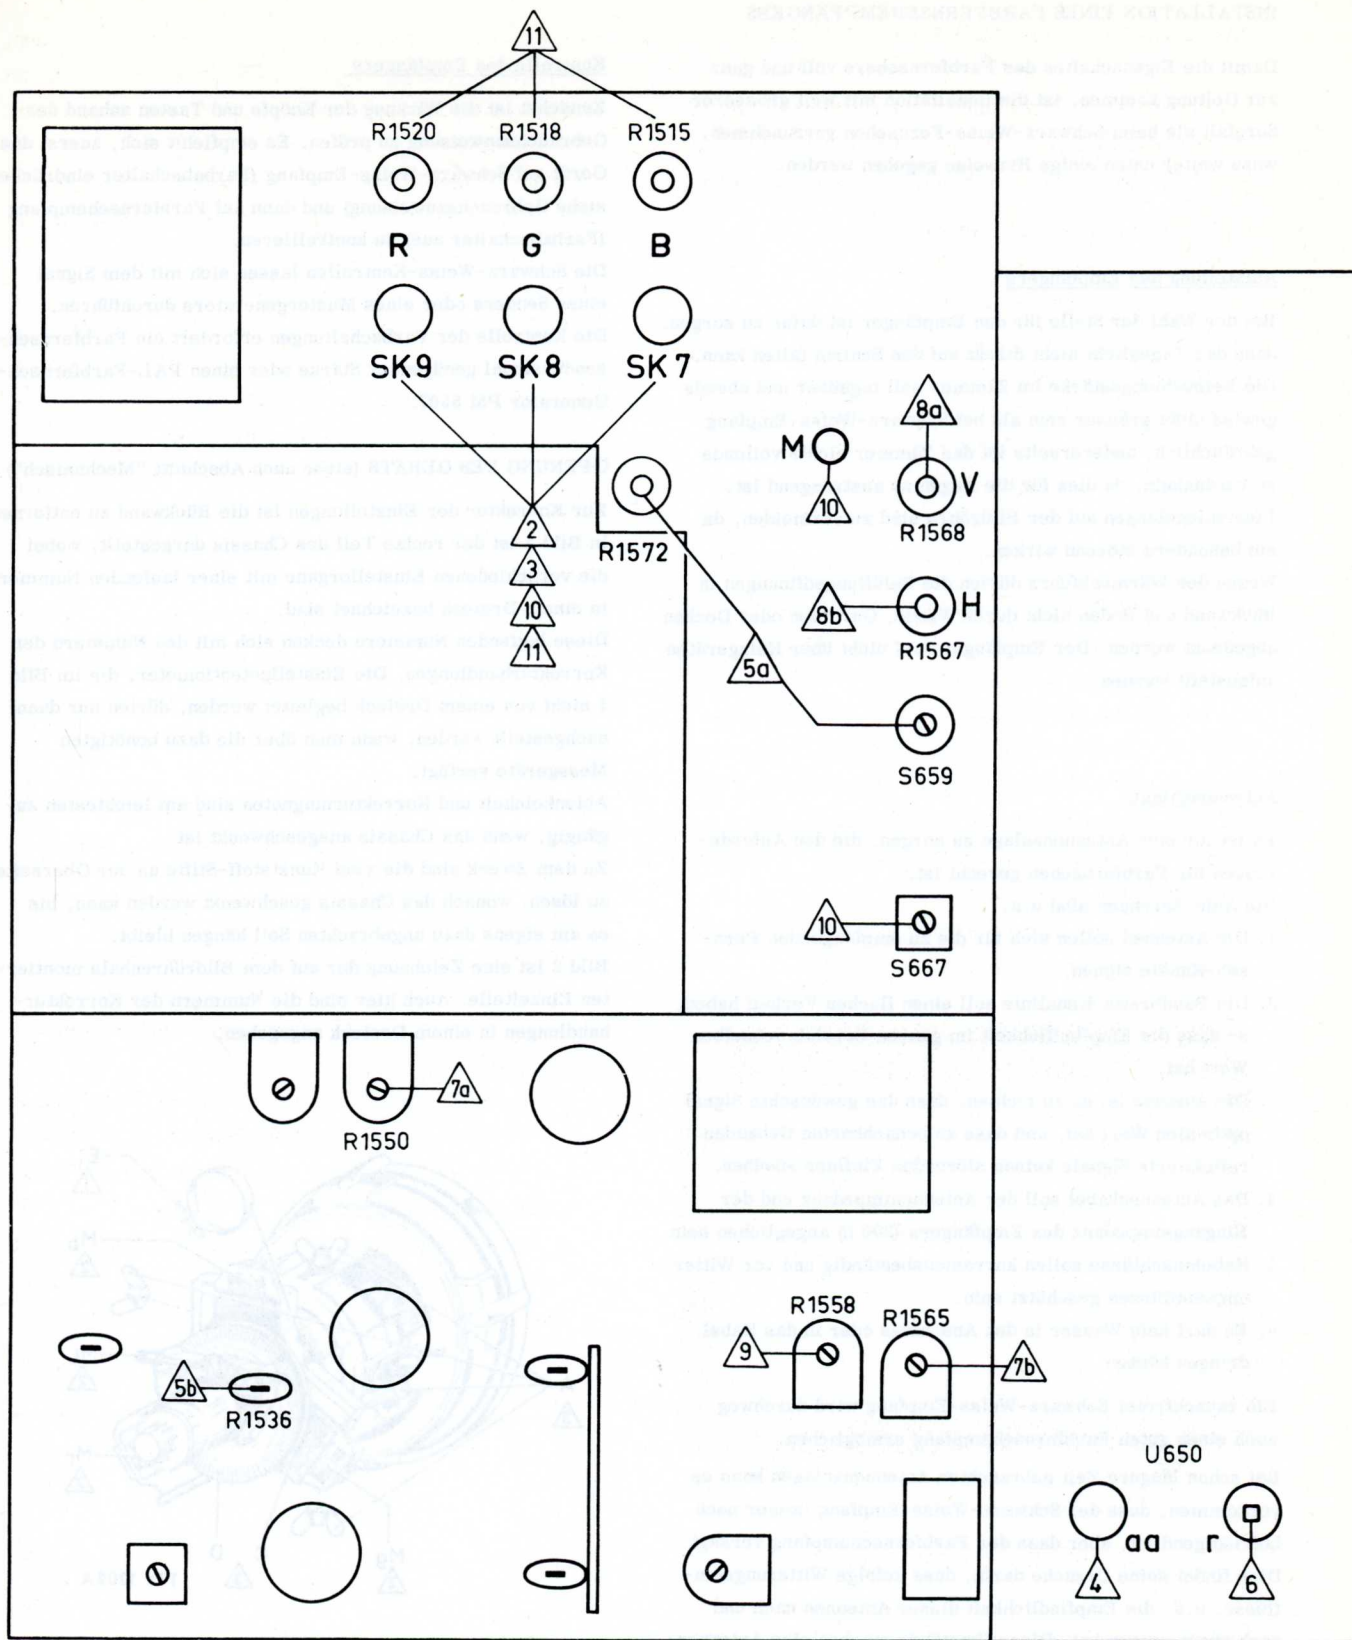

Fig.1
Es empfiehlt sich daher stärkstens, die Kontrolle und etwaige Korrekturen der Einstellungen in der auf dem Blatt mit den Fotos der Fehleinstellungen angegebenen Reihenfolge systematisch auszuführen, Bild 1 bis 11. Zu diesen Bildern gehört der Text unter Überschrift "Korrektur der Bildeinstellungen" und "Bildeinstellungen".
- Blaue Kanone mit SK7 abschalten (Knopf links herum drehen, siehe Bild 1).
Der Raum, in dem sich der Empfänger befindet, möglichst verdunkeln. Der Helligkeits- und Kontrasteinsteller auf normale Lichtstärke einstellen. Das blaue und das grüne Kanon mit SK7 bzw. SK8 abschalten (siehe Bild 1).
4. Bildscharfeinstellung (siehe Bild 1)
5. Kissenverzeichnung (siehe Bild 1)
6. Horizontal-Linearität (siehe Bild 1)
7. Vertikal-Linearität (siehe Bild 1)
9. Bildhöhe (siehe Bild 1)
- Horizontal-Konvergenz durch Herausziehen des Bananensteckers M (Bild 1) aus der Buchse unterbrechen.